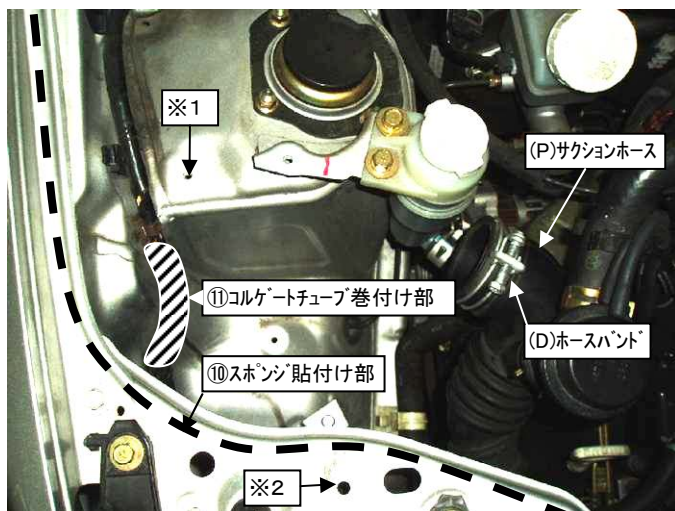

図4
2. 図4の斜線部分のハーネスに⑩コルゲートチューブを巻き、ビニールテープ等で固定してください。
6. 図4の点線部分に⑩スポンジを適当な長さにカットし、貼付けてください。
- ⚠注意** ⑩スポンジを貼付ける際は、貼付け部分の汚れを落としてから貼付けてください。